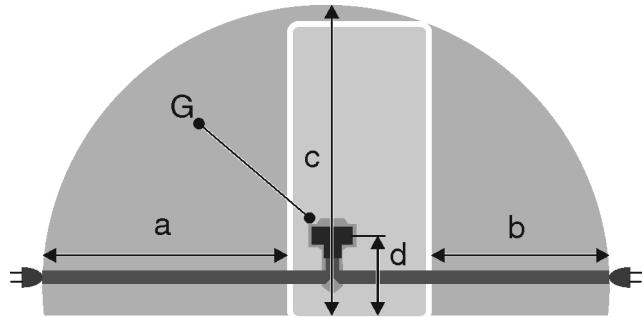

Fig. 21
- Utičnica se nalazi izvan područja bočne strane uređaja u navedenom području Fig. 21 (a, b, c).
- Utikač uređaja Fig. 21 (G) utaknite na stražnju stranu uređaja. Pripazite da ispravno uskoči.